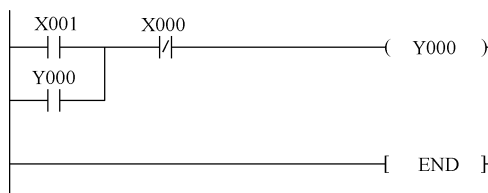

图 2-48 梯形图
1) 启动编程软件 GX Developer，创建一个新工程。编制如图 2-48 所示梯形图。